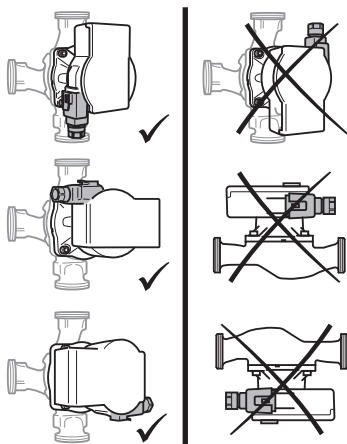

Fig. 2: Monteringslägen
- Välj en monteringsplats som motsvarar det tillåtna monteringsläget (Fig. 2).
- Observera pumpens tillåtna monteringsläge (Fig. 2) och vrid motorhuvudet (2+6) om det behövs.
- Observera det tillåtna monteringsläget (Fig. 2) och flödesriktningsspilen på pumphuset (1).
- Skruva fast de 4 husskruvarna (5).